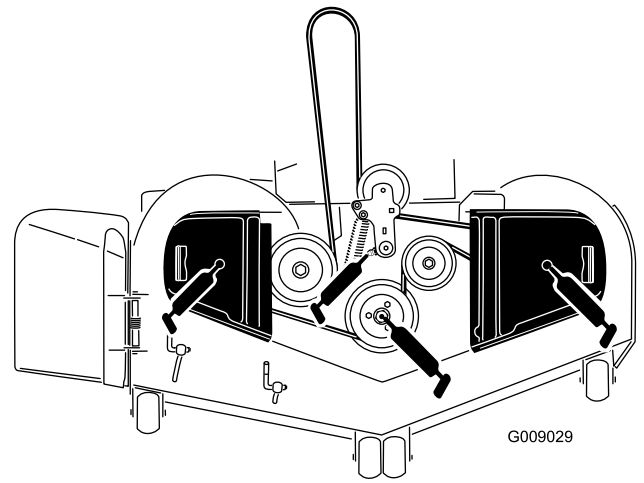

Figura 45
3. Engrase el pivote de la polea tensora de la carcasa de corte hasta que salga grasa por el extremo inferior (Figura 45).
4. Engrase los 3 cojinetes de los ejes hasta que salga grasa de las juntas inferiores (Figura 45).
5. Engrase el brazo tensor de la correa de la carcasa (Figura 45).